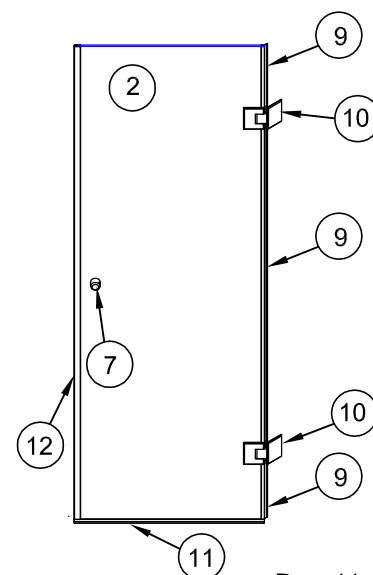

Рис. 11
5.1. На двери (№2) установить ручку №7. На торец от пола установить уплотнитель №11. Крыло отлива должно быть направлено в середину кабины. Торец уплотнителя со стороны петель должен совпадать с торцом стекла (рис.11). Со стороны ручки торец уплотнителя должен выступать за торец стекла на 12мм.
5.2. На торец двери со стороны ручки установить второй уплотнитель №12. Низ уплотнителя должен прилегать к уплотнителю №11 (рис.11).
5.3. Разобрать обе петли №10: открутить фиксирующие пластины и снять половину прокладок. Установить петли в вырезы двери, с внутренней стороны установить прокладки и фиксирующие пластины. Всё скрутить винтами (рис.11).
5.4. На торец между петлями установить уплотнитель №9. Выступающее крыло уплотнителя направить в середину кабины. Уплотнитель должен плотно прилегать к петлям и снизу к уплотнителю №11. (рис.11)